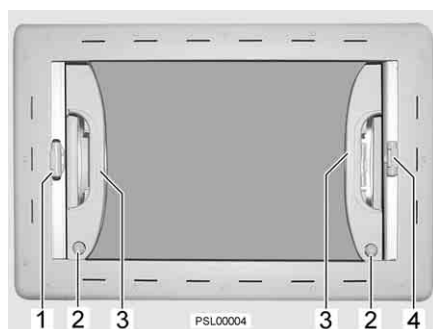

Fig. 23 Tetto multifunzione
- Afferrare ognuna delle maniglie (Fig. 23,3) con una mano e portare il tetto multifunzione nella posizione desiderata.
- Una volta aperto il tetto multifunzione verso l'alto, premere le sicure (Fig. 23,2) e spingere il tetto multifunzione posteriormente afferrandolo dalle maniglie.
- Premere i bottoni di sbloccaggio rossi della maniglia (Fig. 23,1) e con la maniglia portare l'oscurante a rullo nella posizione desiderata.
- Premere i bottoni di sbloccaggio rossi della maniglia (Fig. 23,1). L'arresto si sblocca.
- Tirare la zanzariera a rullo per la maniglia (Fig. 23,4) verso la maniglia contrapposta dell'oscurante a rullo (Fig. 23,1) e farla innestare.